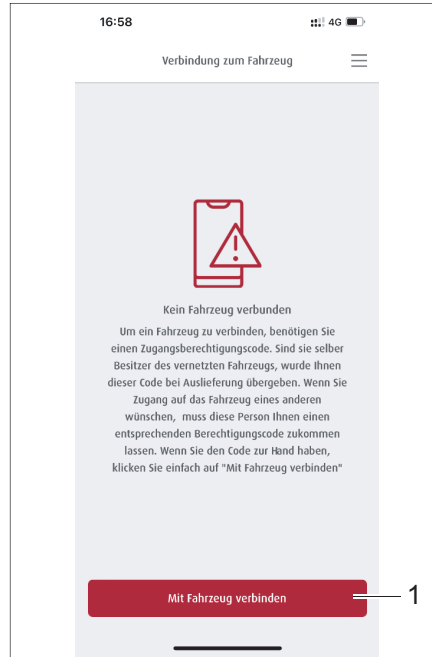

Fig. 275 Connexion avec le véhicule
- Appuyer sur la touche *Se connecter* (Fig. 274,1). Le champ de menu Connexion avec le véhicule s'affiche (Fig. 275). S'il existe déjà des véhicules qui sont connectés, ils apparaissent ici.
- Appuyer sur la touche *Connecter avec le véhicule* (Fig. 275,1).